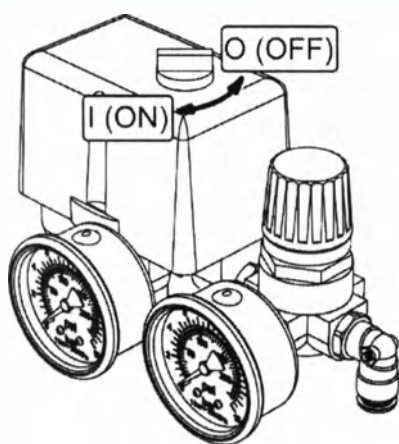
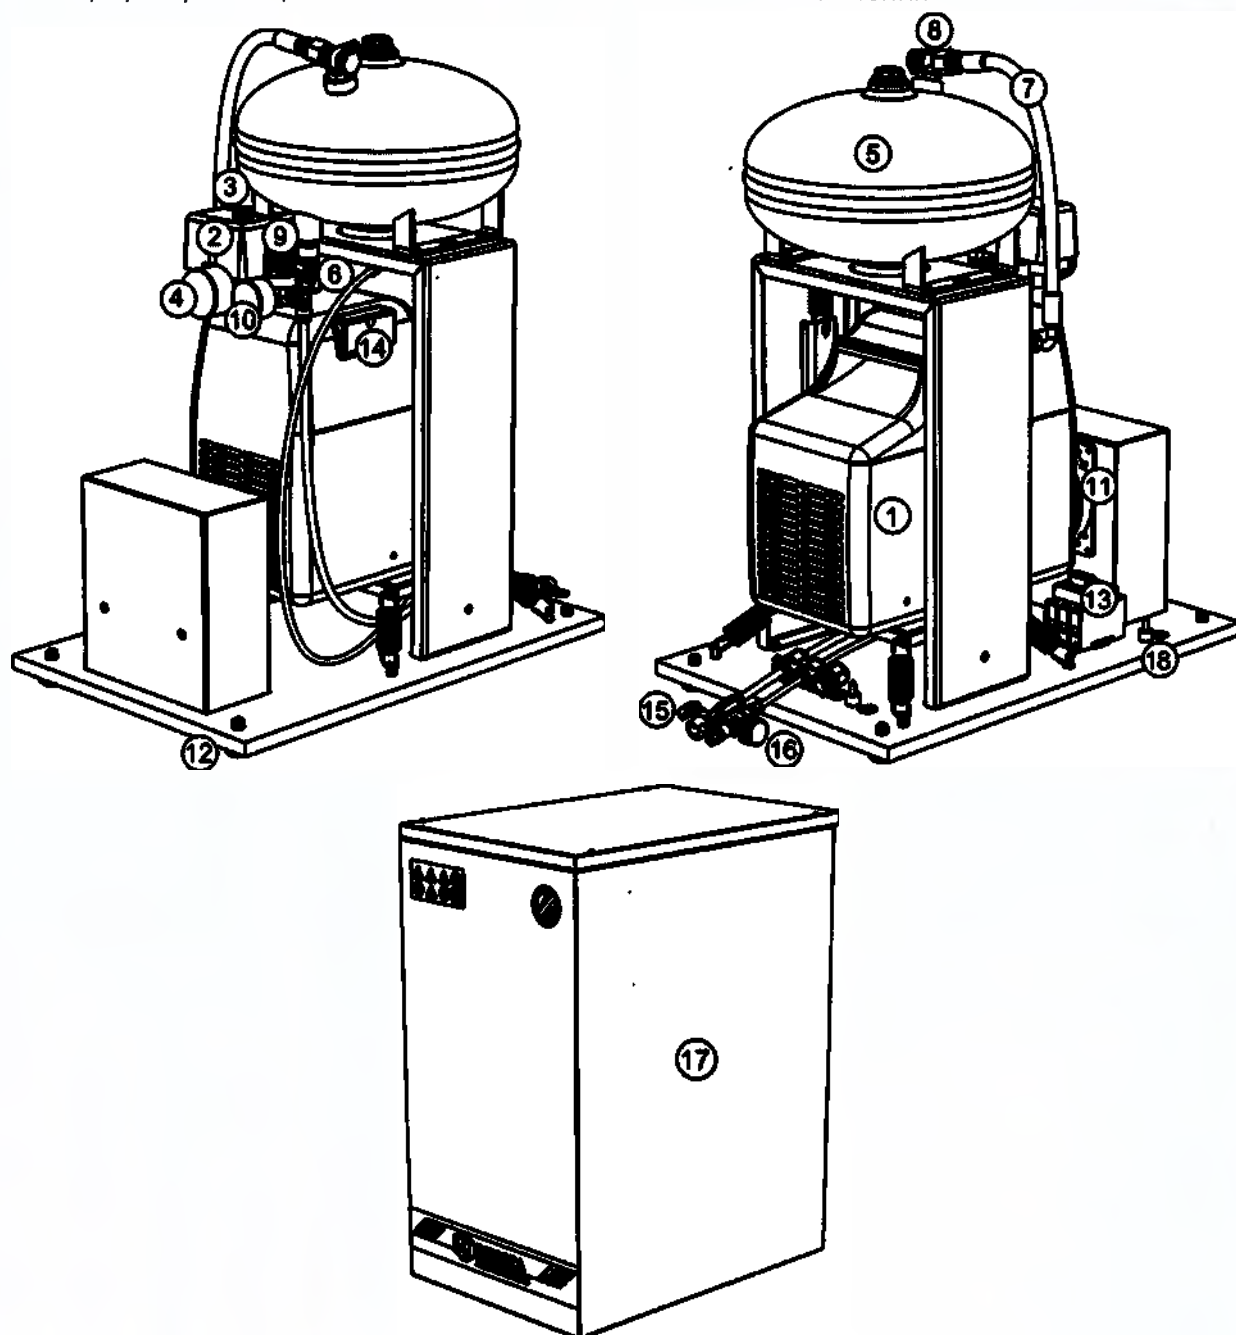

Рисунок 3
Рисунок 4 - Общий вид компрессора KM-8.F114K
7.5.8 Провод заземления подключите к винту заземления **18** (рис. 4). При наличии заземляющего контакта в сетевой розетке дополнительное заземление не требуется.
- Проверьте, чтобы выключатель на реле давления находился в выключенном положении "O" или "OFF", в зависимости от исполнения (рис. 3).
- Выключить компрессор выключателем **3** на реле давления (рис. 4). Для этого необходимо переключить выключатель в положение "**О**" или "**OFF**", в зависимости от исполнения (рис. 3). После этого остановится двигатель и произойдет сброс давления из нагнетательного воздухопровода и поршневого блока.
- Переключите выключатель 3 на реле давления (рис. 4) в положение "О" или "OFF", в зависимости от исполнения (рис. 3).
- После того, как блок поршневой 1 остынет до допустимой температуры, включите тепловое реле, нажав кнопку включения теплового реле 13 (рис. 4).
- Снимите крышку всасывающего фильтра **14** (рис. 4), вывернув винт;